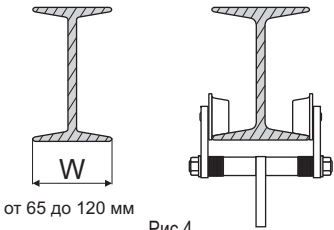

Рис.4
- 1. Установите устройство на балке. Подгоните расстояние между роликами до размера балки (W) с помощью установочных колец (рис.4).